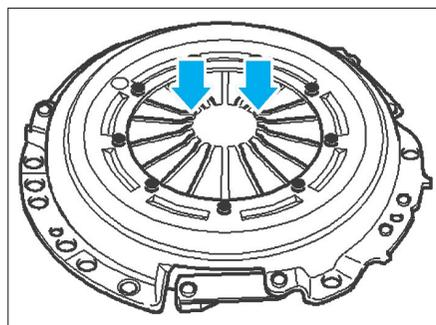

FIG. 5
- Contrôler les extrémités du diaphragme (Fig.5).